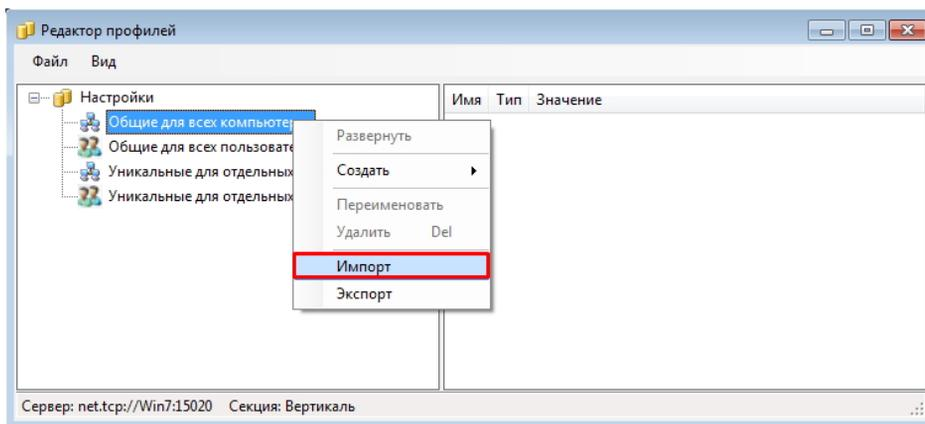

Рис. 4.12
4. С помощью Редактора профилей выполните импорт ранее сохраненных настроек в соответствующие секции (рис. 4.12).